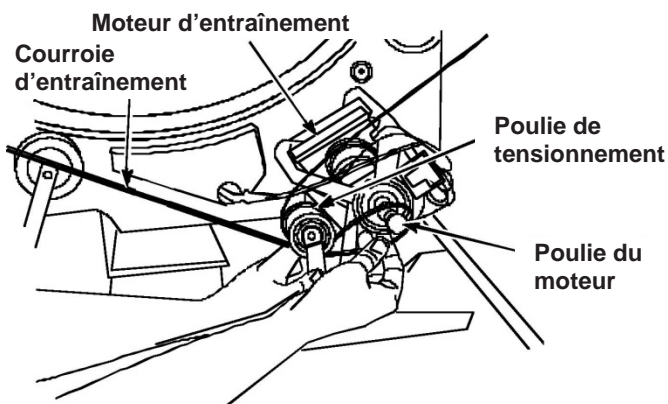

FIGURE 2
9. Retirer la courroie du tambour en soulevant la poulie de tensionnement, puis en dégageant la courroie de la poulie du moteur. Retirer le tambour du châssis. Voir *Figure 2*.